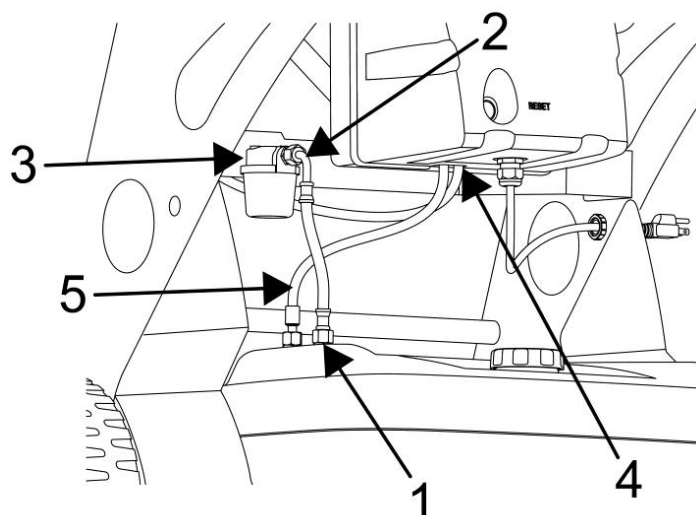

Figure 26 - Potentiels points de fuite sur le circuit d'aspiration.
1. Contrôler l'ensemble du circuit d'admission et vérifier qu'il n'y a pas de fuites (Fig. 26). Toute fuite sur cette section du circuit provoque l'entrée d'air dans le circuit d'aspiration qui fonctionne à une pression inférieure à la pression atmosphérique. Dans ce cas, il peut y avoir des problèmes de pression dans la pompe.